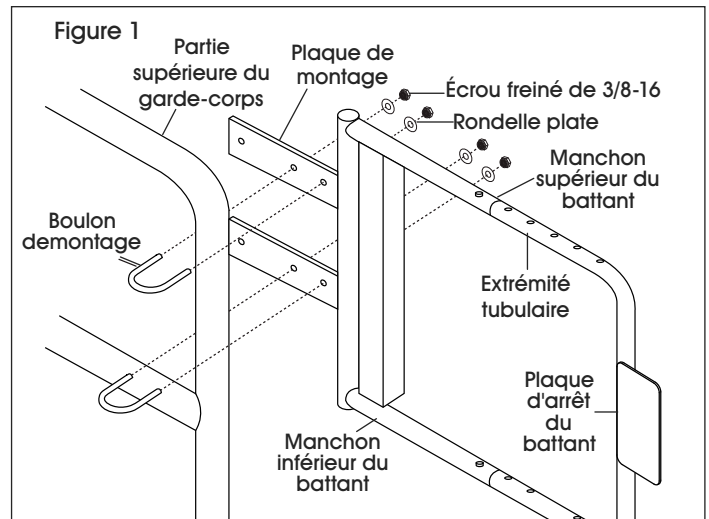

Figure 2
2. Installez les barres de torsion des deux côtés du garde-corps à l'aide de vis d'assemblage à tête hexagonale et d'écrous freinés. (Voir Figures 2 et 3).
DANGER! Une chute pouvant causer la MORT ou des BLESSURES GRAVES peut se produire si le battant n'est pas installé ou utilisé correctement. La largeur du battant DEVRAIT être réglée de sorte que la plaque d'arrêt du battant chevauche le côté opposé de manière à ce que le bord extérieur de la plaque d'arrêt se trouve au delà du centre de l'extrémité tubulaire du garde-corps comme illustré sur les Figures 2 et 3. La largeur du battant est réglable par intervalles de 5 cm (2 po).
2. Glissez l'extrémité tubulaire vers l'intérieur ou l'extérieur pour régler sa position. Assurez-vous que l'extrémité tubulaire et la plaque d'arrêt du battant est positionnée comme illustré sur la Figure 2.
6. Ouvrez le battant et laissez-le se rabattre. Assurez-vous que le battant se rabat complètement et s'arrête en position fermée, comme illustré sur la Figure 2.